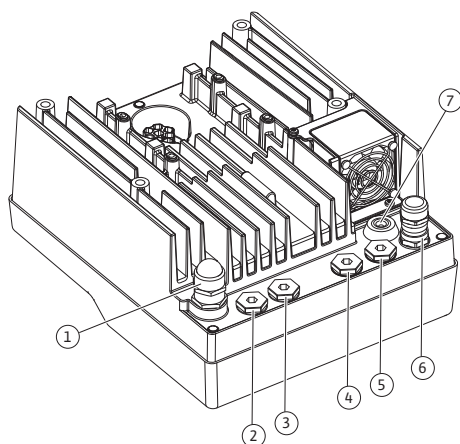

Fig. 19: Presetupe pentru cabluri/treceri de cabluri
4. Introduceți cablul de conectare prin presetupa pentru cablu M25 (Fig. 19, Poz. 1). Strângeți presetupa pentru cablu la cuplurile de strângere prevăzute.